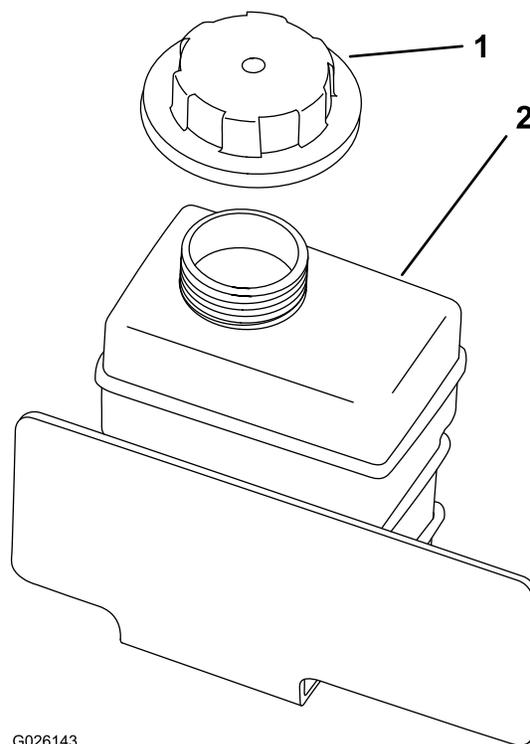

Рисунок 56
4. Снимите крышку расширительного бачка (Рисунок 56).
8. Медленно заливайте жидкость в расширительный бачок так, чтобы ее уровень достиг нижнего уровня заливной горловины (Рисунок 56).
9. Установите крышку на расширительный бачок (Рисунок 56).